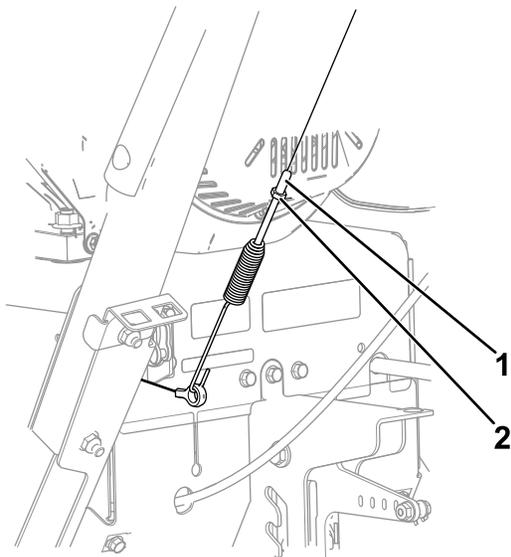

Figura 29
1. Allentate il controdado (Figura 29).